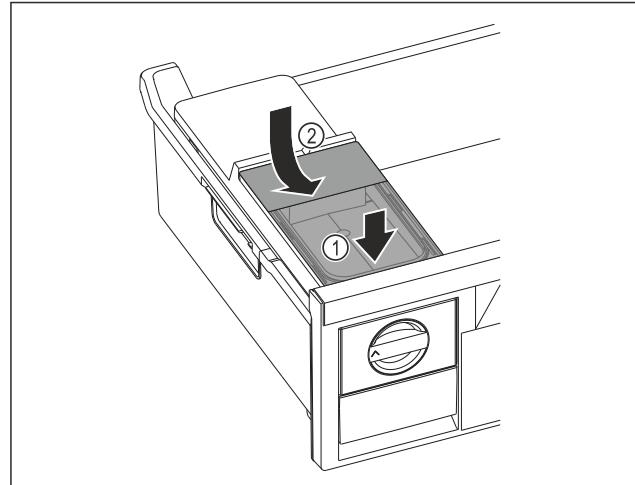

Fig. 181
- Placer le réservoir d'eau à l'avant. Fig. 181 (1)
- Aabaiss le réservoir d'eau à l'arrière. Fig. 181 (2)